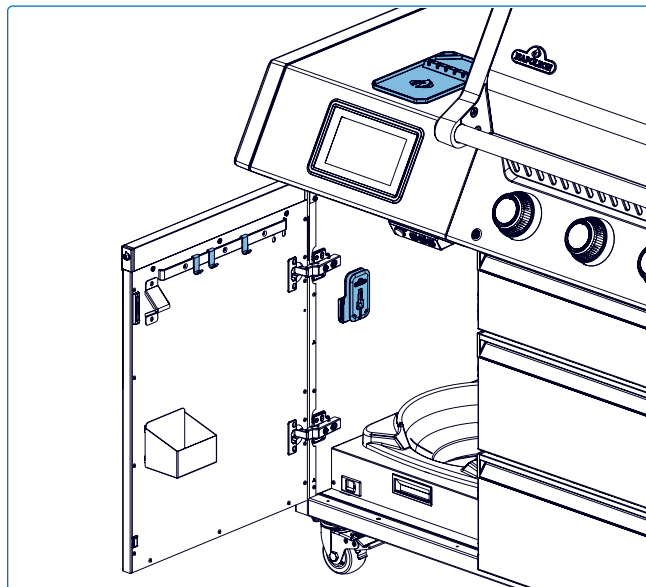

Fig. 9
- Utilisez les emplacements de rangement pour les sondes sur l'étagère latérale lors de la préparation de la cuisson. Débranchez les sondes et rentrez-les à l'intérieur lorsqu'elles ne sont pas utilisées afin de les protéger des éléments (Fig. 9).